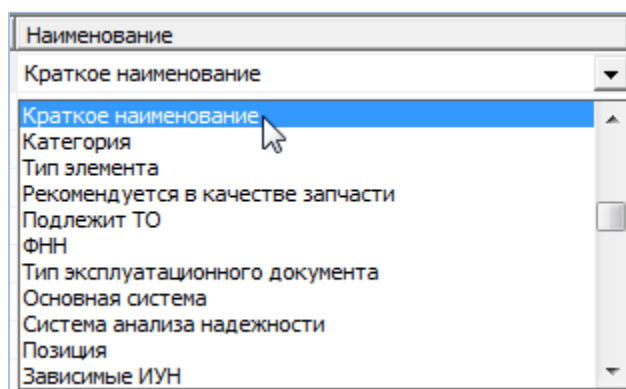

Рис. 10-89 – Установление вручную соответствия колонок в файле и полей БД
– В случае если соответствие между колонками в обменном файле и полями БД не удалось установить автоматически, нужно задать его вручную. Для этого раскрыть список полей БД, нажав кнопку в правой части ячейки в строке «Поле БД», и затем выбрать нужное значение из списка (рис. 10-89).